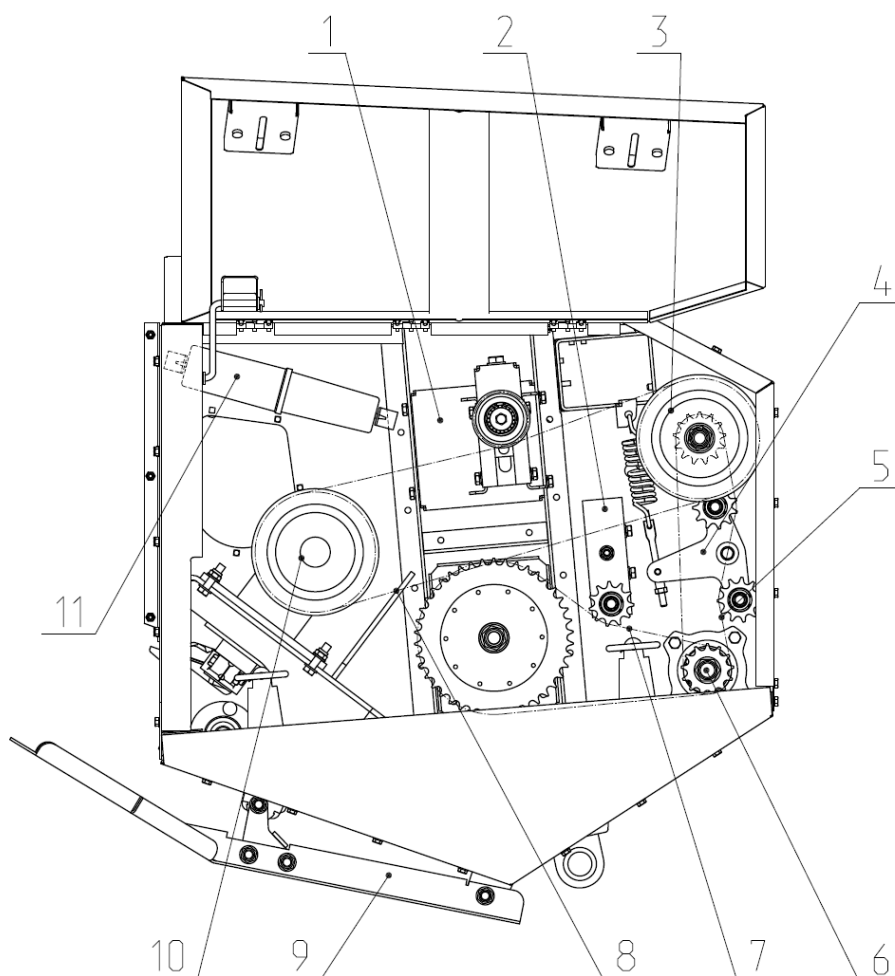

Рис.1.3 Привод левой части жатки.
2.2.2 Привод жатвенной части осуществляется контрприводом 3 (рис.1.3). Посредством цепи 5, вращение от контрпривода 3 передается на вал контрпривода 6, от которого, через клиноременную передачу 8, осуществляется привод режущего аппарата, а цепной передачей 7 - вал шнека. Привод ножа режущего аппарата осуществляется планетарным редуктором 10, который преобразует вращательное движение в возвратно-поступательное.